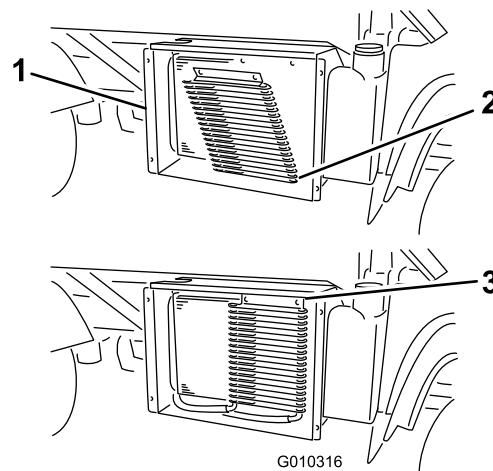

Figure 51
6. Le cas échéant, tournez les verrous et faites pivoter le refroidisseur d'huile pour l'éloigner du radiateur (Figure 51).